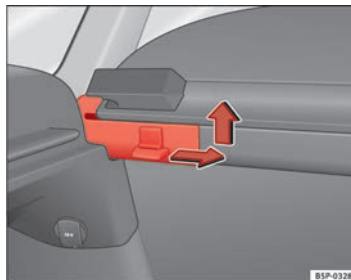

Fig. 124 Démontage de la plage arrière
- Appuyez sur la fiche latérale dans le sens de la flèche, soulevez la plage arrière et retirez-la ⇒ fig. 124.